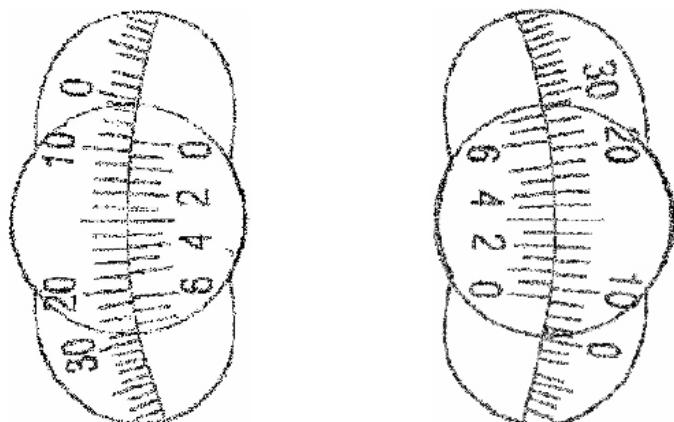

Fig.2
Normalerweise sind der Polarisator und der Analysator derart positioniert, dass ihre Polarisierungsebenen parallel oder senkrecht zueinander ausgerichtet sind. Bei Abwesenheit von Proben im Polarisator-Rohr muss das dreifache optische Feld bei paralleler Positionierung gleichmäßig hell (Abb. 2c), und bei senkrechter Positionierung gleichmäßig dunkel sein. Für die Einstellung des Systems ist es ausreichend, den Drehknopf (8) für die Einstellung der Skala (7) und den Polarisationsanalysator (5) zu drehen, bis alle drei Felder dieselbe Leuchttintensität wie in Abb. 2 dargestellt erreichen.
Den Drehknopf für die Einstellung der Skala drehen bis die Lichtintensität des optischen Feldes (Dunkelfeld) einheitlich angepasst ist. An dieser Stelle wurde der Analysator um einen Winkel gedreht, der dem Winkel entspricht, mit dem die Flüssigkeitsprobe die Polarisierungsebene des polarisierten Lichts gedreht hat. Der Winkel dieser Drehung kann mithilfe der vorne an der Feineinstellung montierten Vergrößerungslinsen gelesen werden (see Fig. 2).